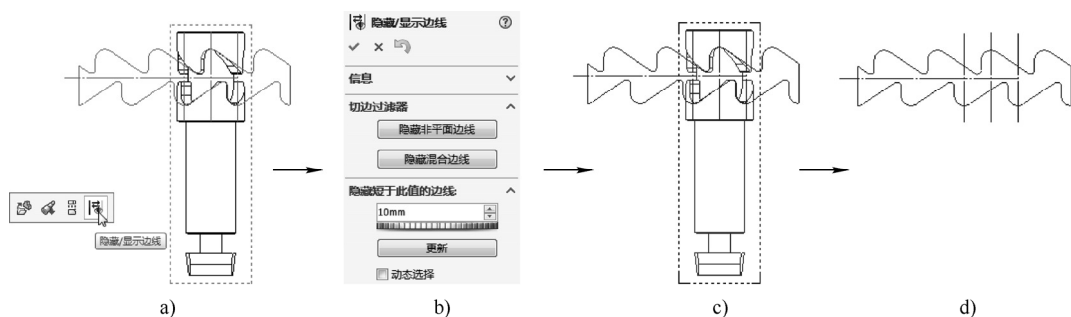

图 7-105 隐藏视图边线
STEP 11 单击“步骤 10”操作后的视图，在弹出的快捷工具栏中单击“隐藏/显示边线”按钮, 打开“隐藏/显示边线”属性管理器，框选此视图中的所有边线，单击“确定”按钮，将所有边线隐藏，如图 7-105 所示。